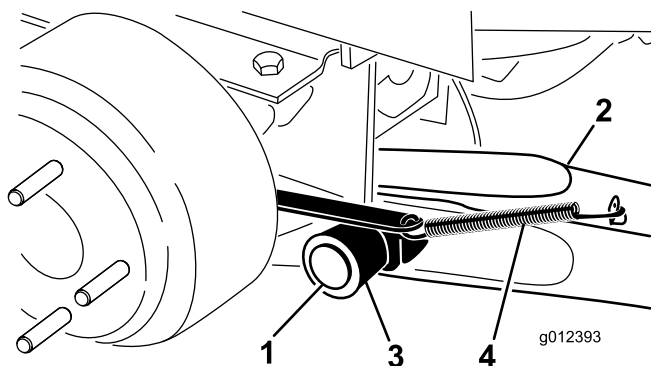

Figura 2
4. Monte un brazo de elevación en el soporte pivotante con un pasador de giro y un pasador de seguridad (Figura 2). Monte el brazo de elevación con la curva hacia fuera.
5. Enganche el muelle de retorno del freno en la pestaña del brazo de elevación (Figura 2).